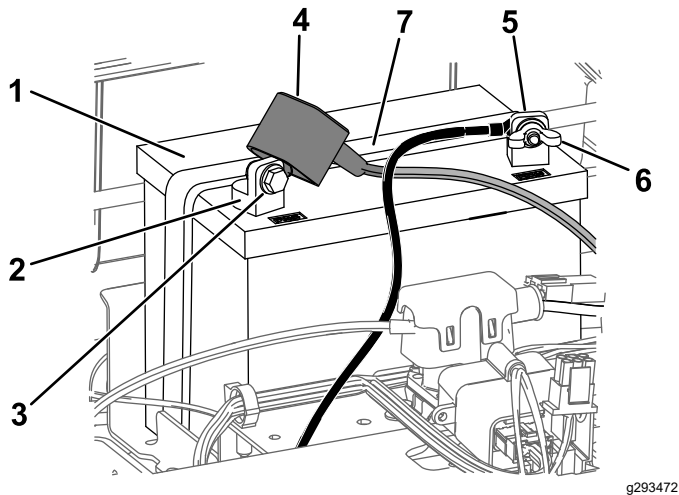

図 49
4. バッテリー端子からマイナスケーブル黒を外す 図 49。
6. バッテリー端子からプラスケーブル赤を外す 図 49。
7. バッテリー押さえ 図 49を外して、バッテリートレイからバッテリーを取り出す。
1. バッテリーをトレイに載せる 図 49。
5. バッテリー押さえを使ってバッテリーを固定する 図 49。